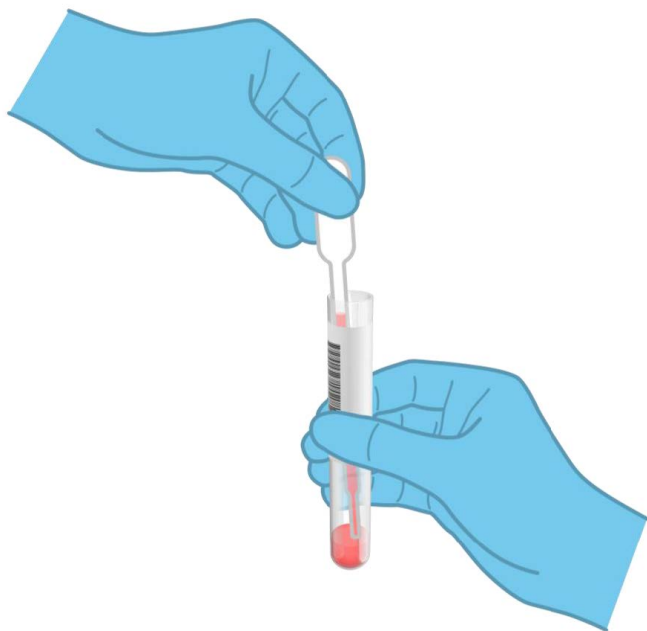

Рис. 20. Забор пробы в пипетку для переноса материала, входящую в комплект поставки.
- Откройте пробирку с пробой, подлежащей анализу. С помощью пипетки для переноса материала, входящей в комплект поставки, наберите жидкость до третьей линии наполнения на пипетке (т. е. 300 мкл) (рис. 20).